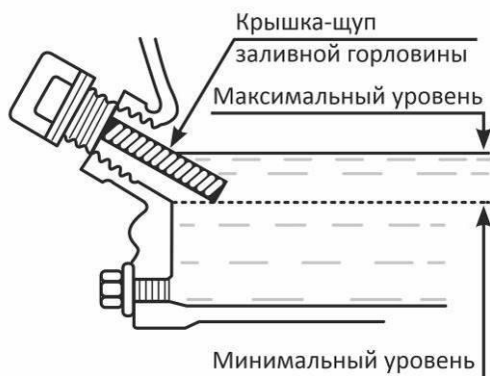

Рис. 10. Определение уровня масла в картере
1. Открутите и извлеките крышку-щуп маслосаливной горловины (Рис. 10).